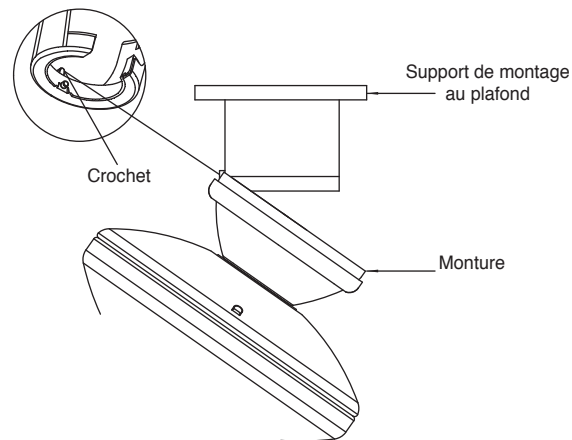

Fig. 9
**Étape 6.** Suspendez le ventilateur au crochet du support de montage. Assurez-vous que la monture est complètement fixée sur le crochet, comme illustré dans la Fig. 9. Ceci vous permettra d'effectuer les connexions électriques.